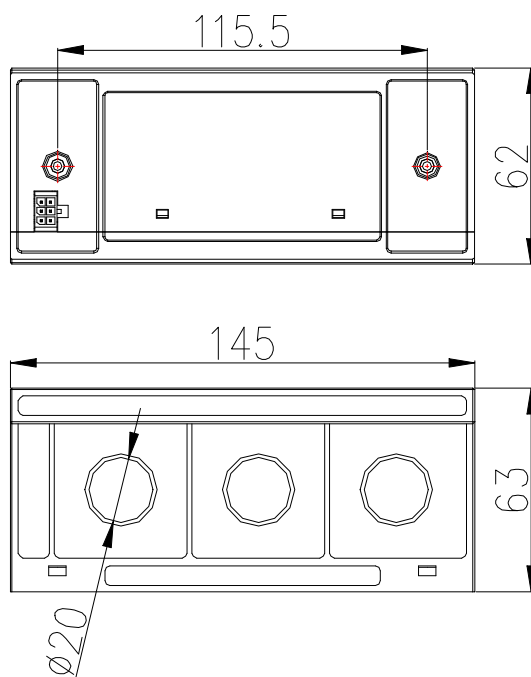

图 5 一体式互感器/分体式互感器(100A 及以下电流规格用)外形尺寸
5.3.1 一体式互感器/分体式互感器(100A 及以下电流规格用)外形尺寸如图 5 所示